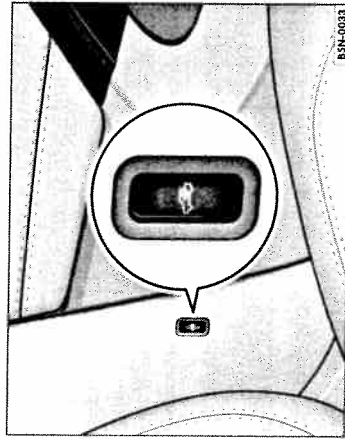

Fig. 26 Tasta pentru decuplarea instalației de supraveghere și a protecției la remorcă.
– Pentru a deconecta supravegherea interioară și protecția la remorcă, apăsați tasta ⇒ pagina 46, fig. 26". În tastă se aprinde o lampă de control galbenă care va rămâne aprinsă până la încuierea autovehiculului.